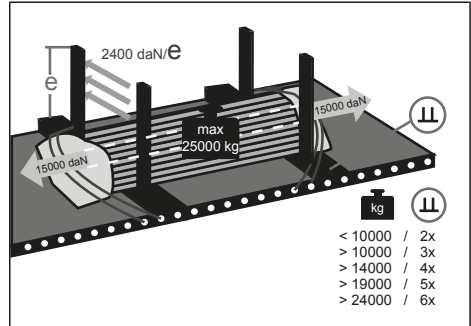

Fig. 8-18: Système Multi Fix
- ▶ Positionner les tuyaux en acier entre les poutres de soutien verticales sur la poutre d'appui (voir "Fig. 8-18: Système Multi Fix", p. 112).
- ▶ Poser le filet de sécurité aux extrémités des tuyaux en acier (voir "Fig. 8-18: Système Multi Fix", p. 112).